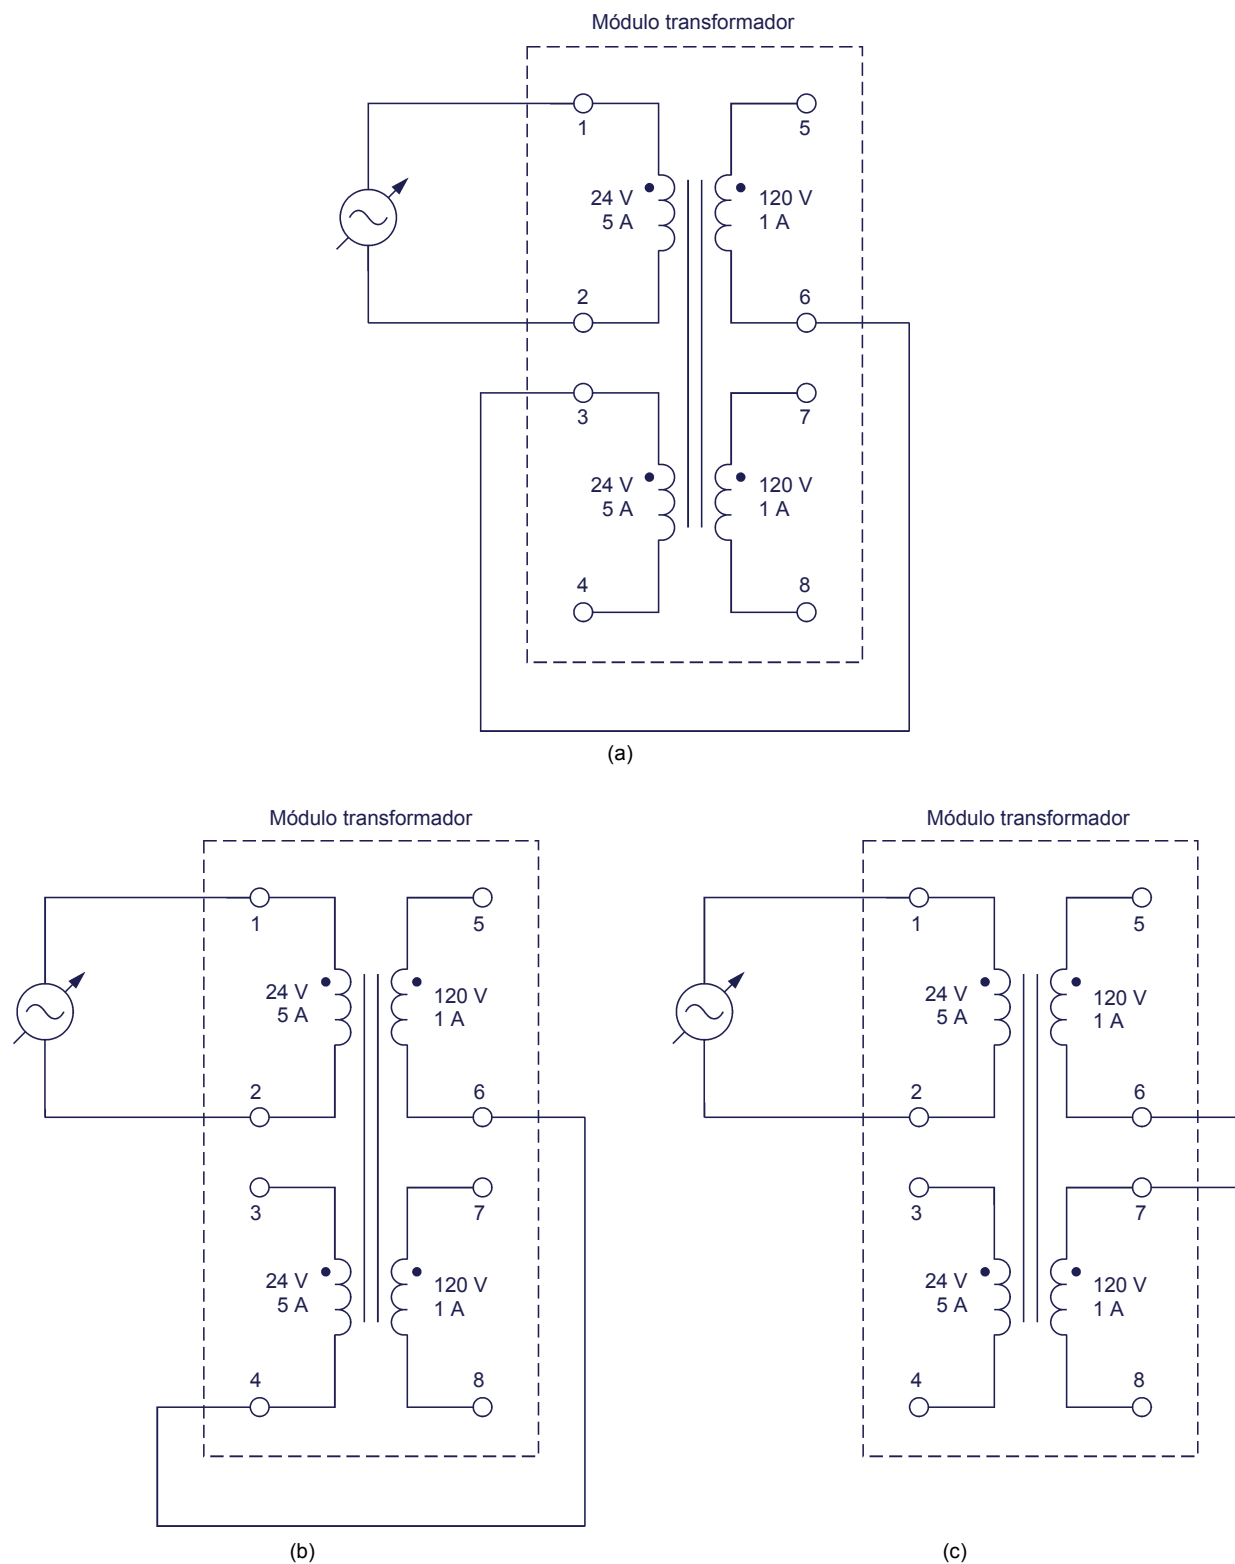

Figura 16. Diferentes conexiones en serie de los arrollamientos del transformador.
14. Considere las tres conexiones del transformador mostradas en la figura 16.
*En todas las conexiones del transformador de la figura 16, la capacidad del transformador se limita a 120 VA, debido a que toda la potencia se transfiere a través del arrollamiento primario 1-2, cuyos valores nominales son 24 V y 5 A.*